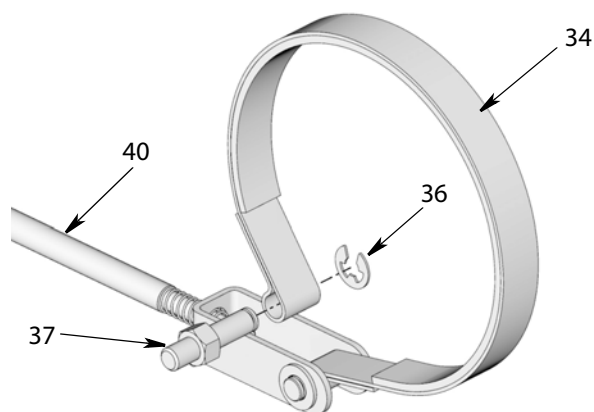

FIG. 30
10. Поверните весь блок тормоза на 180° (FIG. 30).
11. Установите обруч (34) вокруг втулки тормоза (12).
12. Установите анкерный штифт (37) через обруч (34), убедившись в том, что конец зажима находится в положении, показанном на FIG. 30.
13. Установите на зажим (36) (FIG. 30).